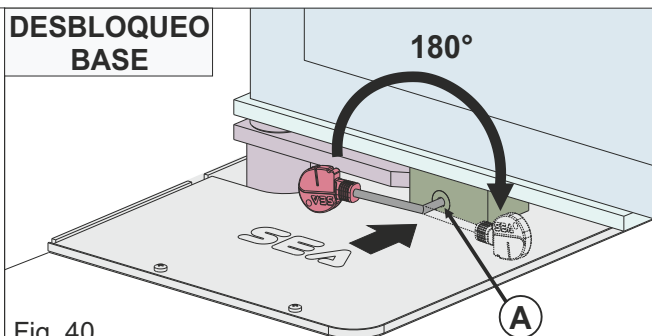

Fig. 40
- introducir la llave Allen suministrada en la ranura «A» y girarla 180° hacia el centro de la cancela (Fig. 40)